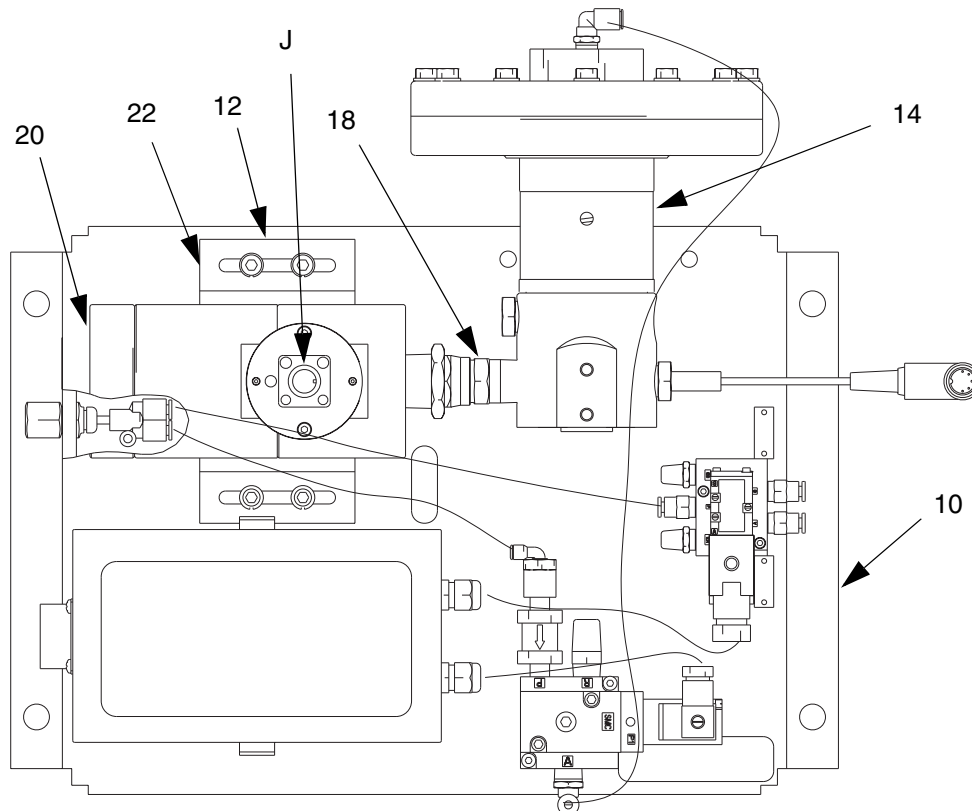

FIG. 26
- flussometro (20) (FIG. 26)
- regolatore (14) (FIG. 26)
2. Scollegare il cavo del flussometro (J) dal sensore del flussometro. Vedere FIG. 26.
4. Scollegare il raccordo girevole (18) dal regolatore.
5. Allentare le quattro viti (12) e rimuovere il gancio (22) e il flussometro.
6. Il flussometro (20) pesa circa 6,75 kg (15 libbre). Sollevare con cura la piastra di montaggio (10).
1. Appoggiare il flussometro (20) sulla piastra del fluido mentre si sistema il raccordo girevole (18) nell'ingresso del materiale regolatore. Vedere FIG. 26.
2. Serrare il raccordo girevole (18) all'ingresso materiale del regolatore.
3. Serrare le quattro viti (12) per tenere ferme la staffa ed il flussometro.
4. Controllare che il flussometro (20) e il regolatore (14) siano ancora allineati.
6. Collegare il cavo del flussometro (J).